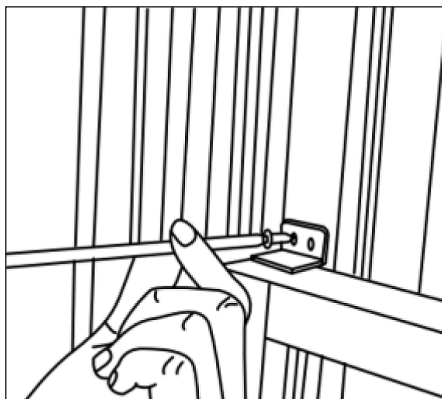

Fig. 14
11. Pour fixer le châssis inférieur en place, fixez le verrou de châssis à l'aide d'une vis de 3/4" (19 mm), comme illustré (Fig.14).